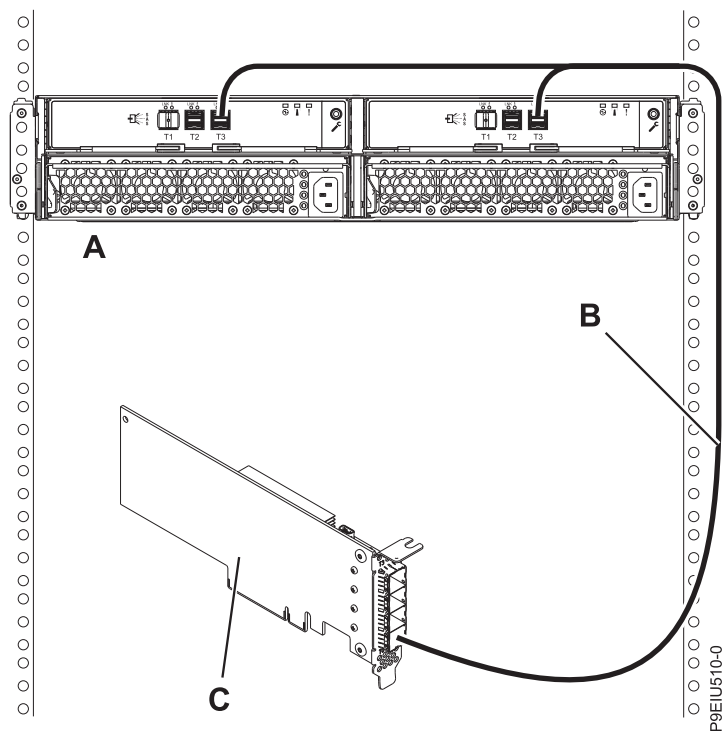

Figura 13. Conexión en la modalidad 1 de un alojamiento de almacenamiento ESLL o ESLS mediante un cable YO12 a un adaptador SAS FC EJ0J, FC EJ0K o FC EJ0M único
13. Lleve a cabo una conexión en la modalidad 1 de un alojamiento **(A)** utilizando un cable YO12 **(B)** a un adaptador SAS FC EJ0J, FC EJ0K o FC EJ0M SAS único **(C)**, tal como se muestra en la Figura 13 en la página 16, y, a continuación, siga con “Conexión de los cables, cables de alimentación e instalación de cubiertas” en la página 26.